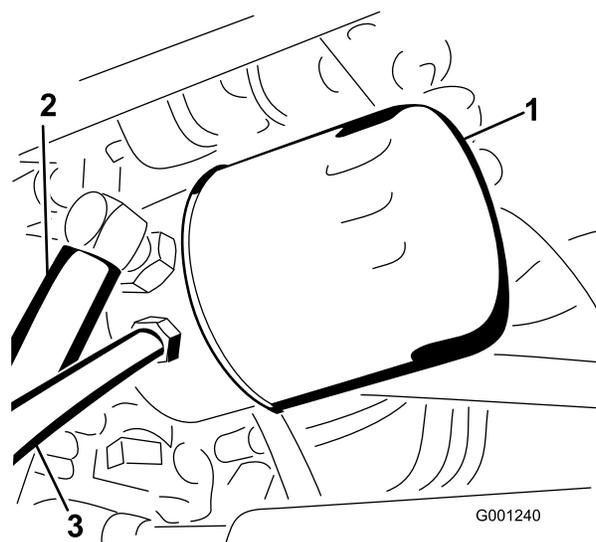

図 71
4. 油圧オイルフィルタ取り付け部の周辺をウェスできれいに拭き、フィルタを外す (図 71)。